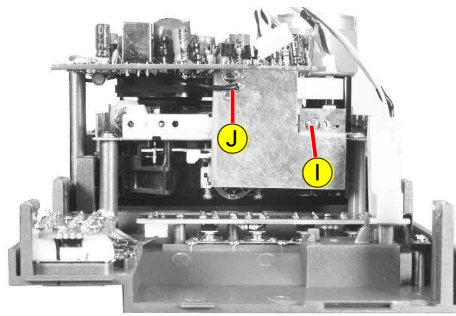

Fig. 7
- Schraube **I** (Fig. 7) herausdrehen.
- Masseleitung **J** (Fig. 7) bei Bedarf ablöten.